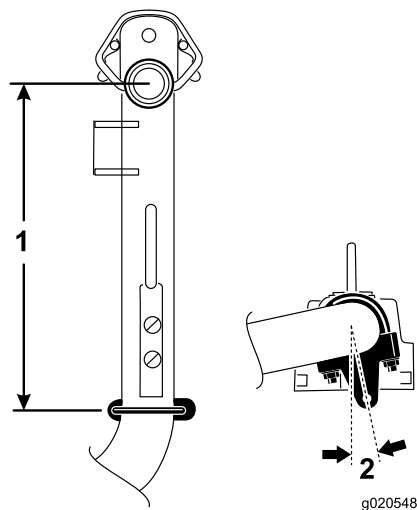

Figura 6
5. Sui bracci di sollevamento n° 6 e n° 7, posizionate le staffe e i bulloni a U a una distanza di 37 cm dietro la linea centrale dello snodo di articolazione (Figura 6).